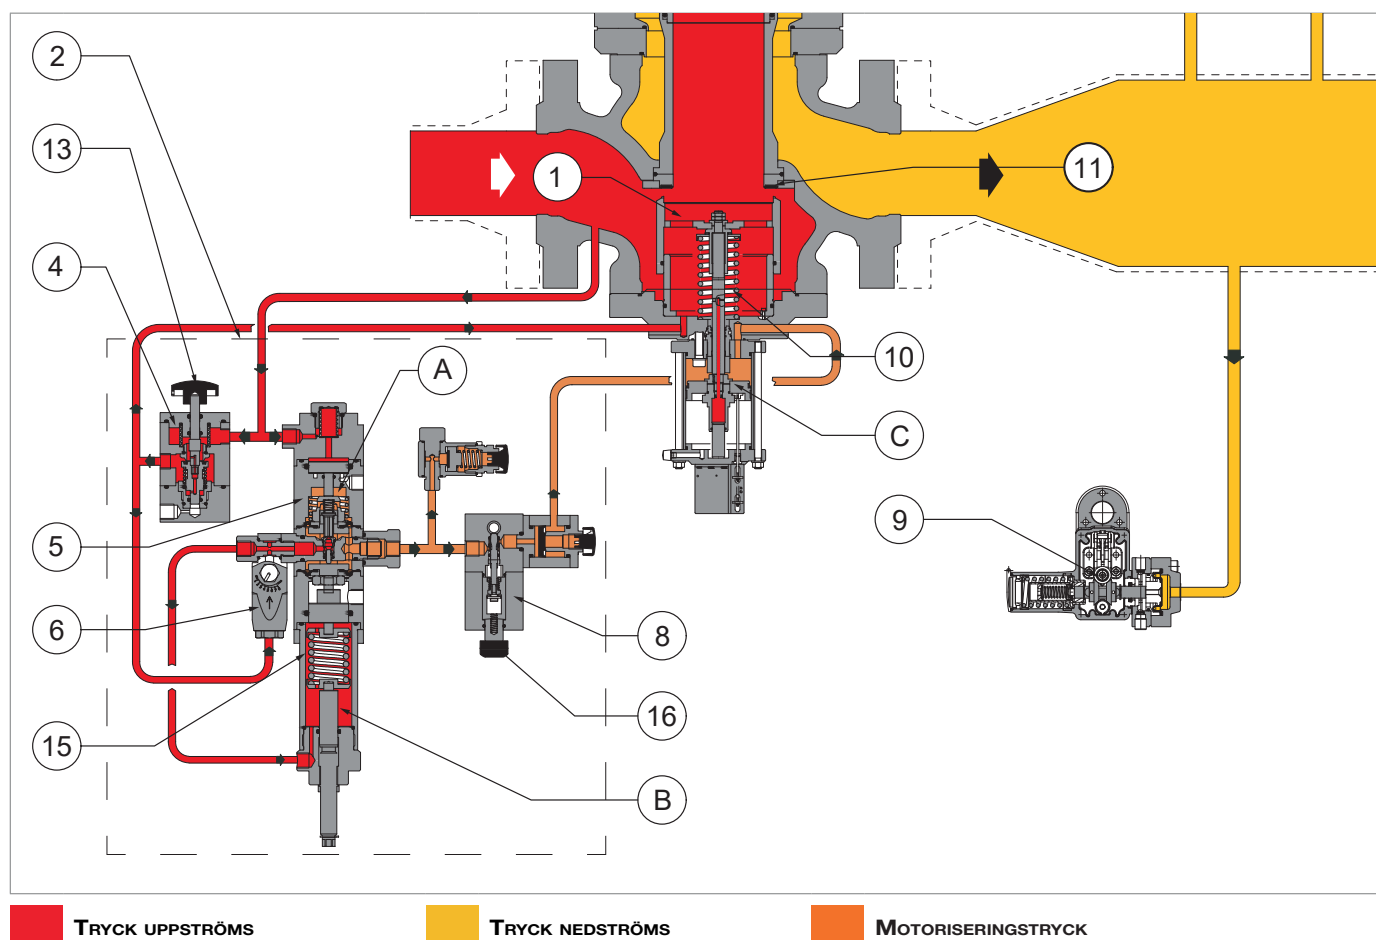

Fig. 4.13.
Den inbyggda spärrventilen HB/97 består av (se Fig. 4.13):
LINE OFF 2.0-enheten (2) består av (se Fig. 4.13):